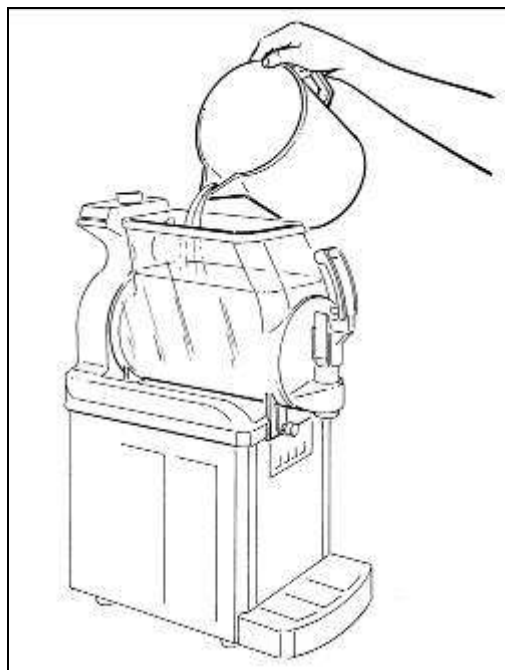

Fig. 23
- Vierta el producto obtenido en la cubeta (vea la Fig.23).